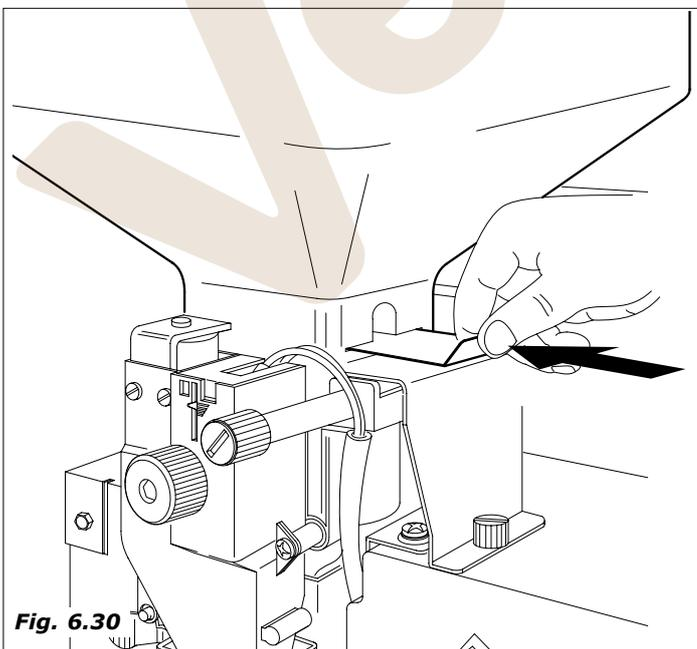

Fig. 6.30
- para cargar de producto con mayor facilidad, se pueden extraer los contenedores (Fig.6.30).